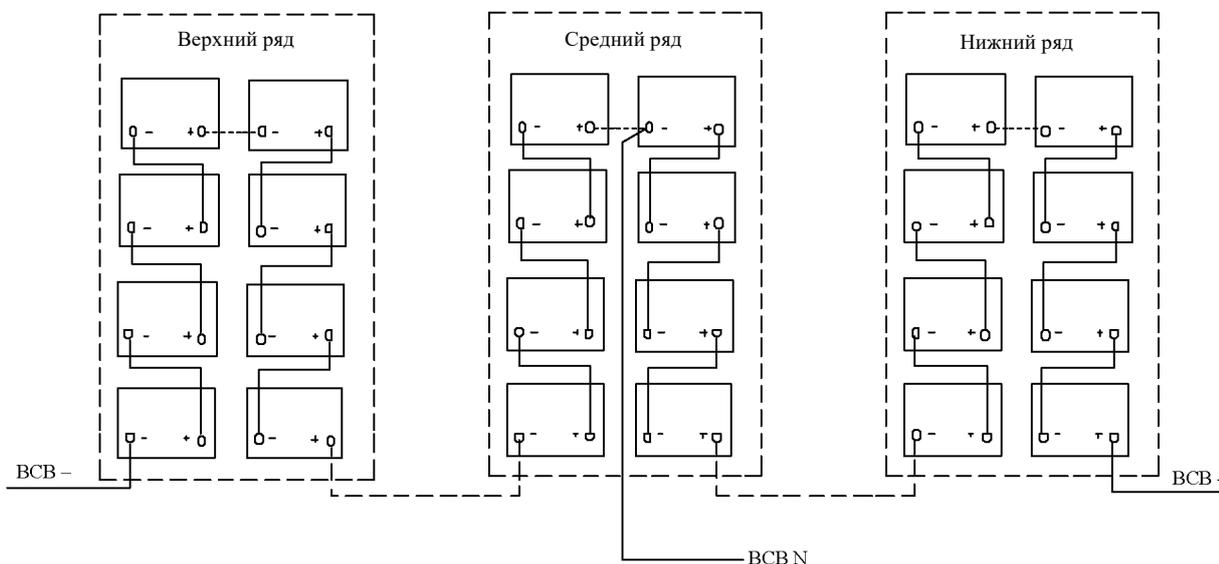

Рисунок 7-3. Схема подключения батарей
8. При подключении батарей см. схему подключения, представленную на рис. 7-3.